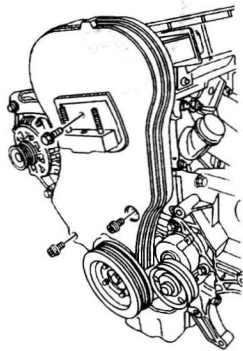

图 1-1-4 拆卸前正时皮带罩螺栓
12. 拆卸前正时皮带罩螺栓（图 1-1-4）。
9. 参见图 1-1-4, 安装前正时皮带罩螺栓。紧固前正时皮带罩螺栓至 $8\text{N} \cdot \text{m}$ 。